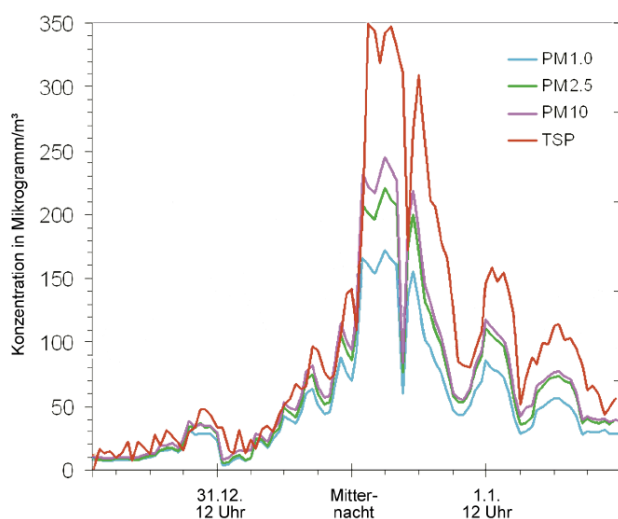

Abb. 7: Verlauf der Feinstaubmessungen in Wien zu Silvester 1999/2000
Das Auftreten von größeren Feinstaubteilchen (PM₁₀) bewirkt dabei eher Husten oder Asthmaanfälle, das Auftreten feinerer Stäube (PM_{2,5}) dagegen eher zB Herzrhythmusstörungen. Das Diagramm in Abb. 7 zeigt eine Messung aus Wien in der Silvesternacht des Jahrtausendwechsels, welches verdeutlicht, dass es zu Silvester zu einem Anstieg aller Größenfraktionen von Feinstaub kommt.
Bei der Wiener Untersuchung, aus der auch Abb. 7 stammt, wurde in der Silvesternacht eine deutliche Steigerung von u. a. Kalium (K), Magnesium